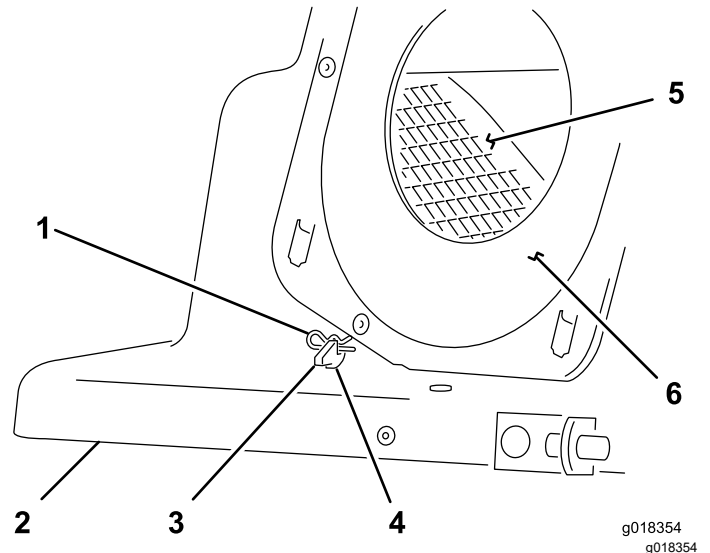

Figure 9
- Fixez le déflecteur sur le couvercle en insérant les goupilles fendues dans les trous des pattes de montage du déflecteur, comme montré à la Figure 9.